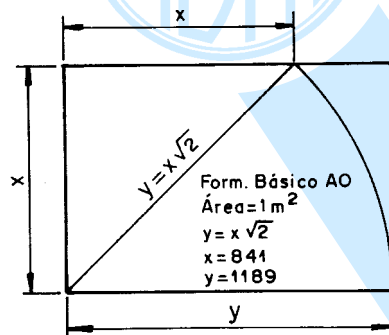

Figura 3 - Origem dos formatos da série "A"
3.1.2.1 O formato básico para desenhos técnicos é o retângulo de área igual a 1 m^2 e de lados medindo 841 mm x 1189 mm, isto é, guardando entre si a mesma relação que existe entre o lado de um quadrado e sua diagonal $\frac{x}{y} = \frac{1}{\sqrt{2}}$ (Figura 3).